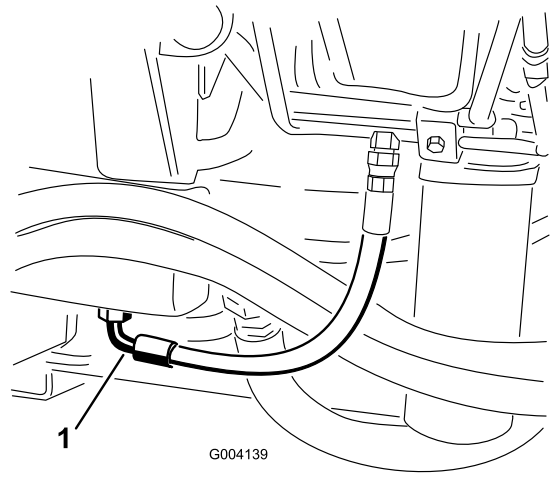

Figure 100
3. Placez un grand bac de vidange sous le raccord monté au bas du réservoir de liquide hydraulique (Figure 100).